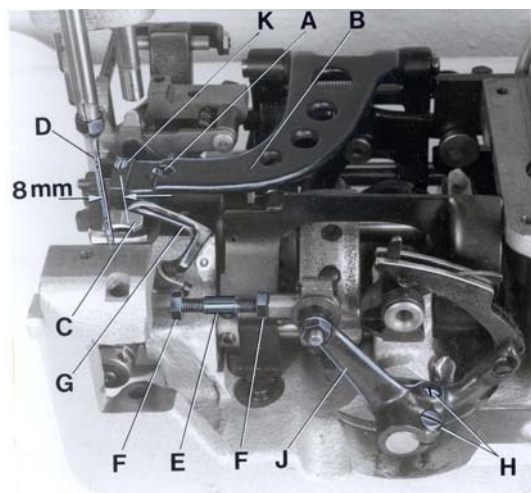
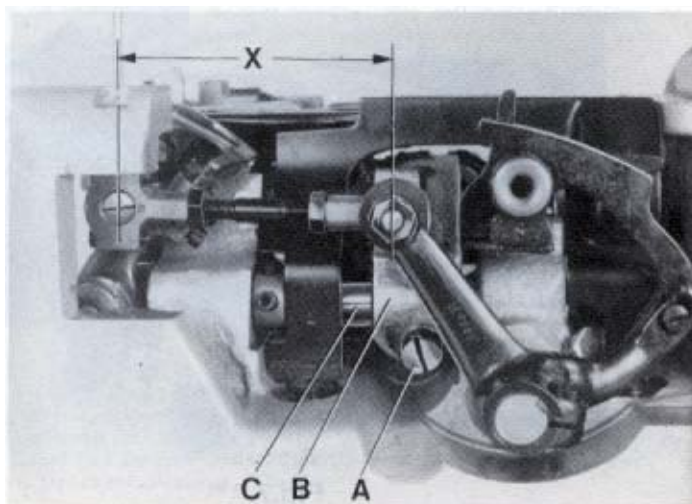

Fig. 3
Fig.4
Remove the presser foot, throat plate and feed dog and on styles 80800H and HA also the needle guard for convenient access to the machine. On styles 80800C, D and E loosen the screw (A, Fig. 3) in the feed bar (B) and push the feed bar needle guard (C) to the rear to avoid its contacting the needle (D).
For the two thread double locked stitch styles 80800C, E, H and HA, set the looper connecting rod (E) so the distance (X, Fig. 4) between the center lines of the two ball joints is 69.8 mm (2 3/4"). The dimension (X, Fig. 4) should be 68.3 mm (2 11/16) on the single thread chain stitch style 80800D. For adjustment loosen the two nuts (F, Fig. 3) and turn connecting rod (E) forward or backward as required to obtain specified dimension, retighten nuts (F).
Rotate the machine pulley in operating direction so that the looper moves from right to left. The looper point should pass as close as possible to the back of the needle without contacting 0.08 to 0.13 mm (.003 to .005") clearance. For adjustment loosen screws (A, Fig. 4) in the looper eccentric fork (B) and turn looper rocker shaft (C) on the looper rocker forward or backward as required. Retighten screw (A).
Quite el pie prensa tela, la placa de la aguja y el diente de arrastre y en las máquinas 80800H y HA también el guarda aguja para tener mejor acceso a la máquina. En los estilos 80800C, D y E suelte el tornillo (A, Fig.3) en la barra de alimentación B y mueva el guarda aguja (C) en la barra de alimentación hacia atrás para evitar que tenga contacto con la aguja (D).
Para las máquinas de dos hilos como 80800C, E, H y HA ajuste la barra del looper (E) para que la distancia (X, Fig. 4) entre los centros de las juntas tenga una distancia de 69,8 mm (2 3/4"). Esta distancia (X, Fig. 4) debería ser 68,3 mm (2 11/16) en las máquinas de un solo hilo 80800D. Para ajustarlo suelte las dos tuercas (F, Fig. 3) y gire la barra (E) hacia adelante o hacia atrás para conseguir la distancia requerida. Apriete nuevamente las tuercas (F).
Gire el volante en sentido de operación para que el looper se mueva desde la derecha hacia la izquierda. La punta del looper debería pasar muy cerca detrás de la aguja sin tocarla – distancia 0.08 a 0,13 mm (.003 a .005"). Para lograr este ajuste debería soltar el tornillo (A, Fig. 4) en la horquilla excéntrica (B) del looper y girar el eje del looper (C) hacia adelante o hacia atrás. Apriete el tornillo (A) otra vez.
At highest point of feed dog travel, the feed dog (B, Fig. 6) should be set so, that the rear teeth project their full depth above the throat plate surface. For setting remove the feed dog and adjust the supporting screw (K, Fig. 3) on the top of the feed bar to the required height. Remount the feed dog, and on styles 80800H and HA also the needle guard.
The needle guard (C, Fig. 3) has to be set so, that it just contacts the needle at its most forward point of travel, without deflecting it. On styles 80800C, D and E loosen screw (A, Fig. 3) in the feed bar (B) and adjust the needle guard (C) accordingly. Retighten screw (A). On styles 80800H and HA loosen the feed dog fastening screw and move the needle guard accordingly. Retighten screw and make sure that the feed dog rests on the supporting screw in the feed bar.
Hay que ajustar el guarda aguja (C, Fig. 3) para que toque en su movimiento hacia delante la aguja pero no la desvíe. En los estilos 80800C, D y E suelte el tornillo (A, Fig. 3) en el soporte del transportador (B) y ajuste el guarda aguja (C). Apriete el tornillo (A) nuevamente. En los estilos 80800H y HA suelte el tornillo que fija el alimentador y mueva el guarda aguja. Apriete el tornillo otra vez y asegúrese que el alimentador reposa en el tornillo de soporte de la barra de la alimentación.
En el punto mas alto del recorrido del alimentador, los dientes del alimentador (B, Fig. 6) deberían sobrepasar la placa de la aguja por la altura completa de los dientes. Para lograr este ajuste remueva el alimentador y ajuste el tornillo de soporte (K, Fig. 3) en la parte superior de la barra de la alimentación a la altura requerida. Monte el alimentador otra vez y en los estilos 80800H y HA también el guarda aguja.